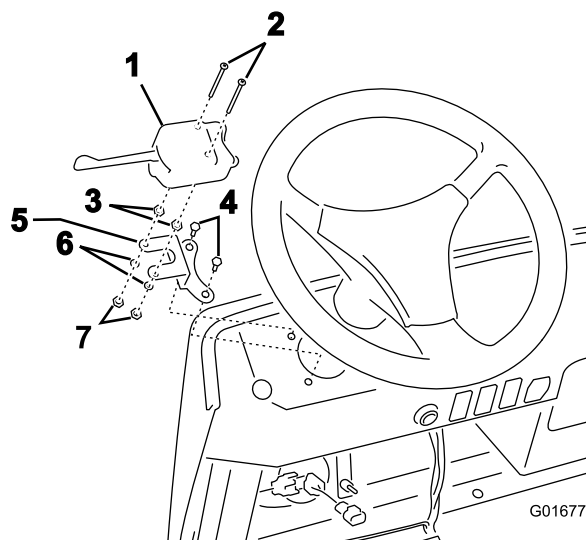

Figura 2
2. Retire os 2 parafusos existentes do controlador do sinal de mudança de direcção e substitua-os por parafusos mais compridos das peças soltas (Figura 2).